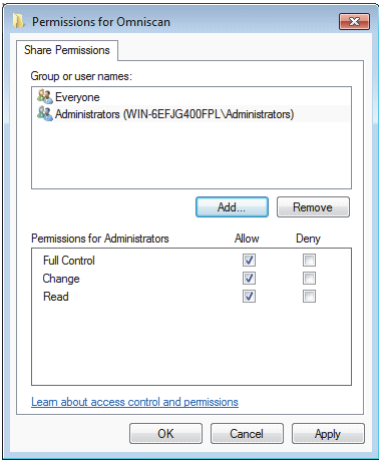

图 7-31 OmniScan 的权限对话框（Windows 7）
10. 在 **Permissions for Omniscan**（Omniscan 的权限）对话框中，点击 **Add**（添加）（参见第 198 页的图 7-31）。